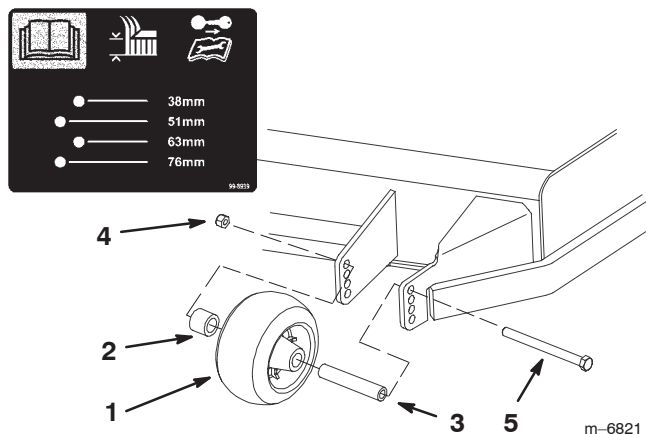

Figure 18
2. Après avoir réglé la hauteur de coupe, réglez les rouleaux en retirant l'écrou à collerette, la bague, l'entretoise et le boulon (Fig. 18).
3. Choisissez le trou pour que le galet de protection se trouve le plus près possible de la hauteur de coupe correspondante voulue (Fig. 18).
4. Posez l'écrou à collerette, la bague, l'entretoise et le boulon. Serrez-les à 54-61 Nm (Fig. 18).